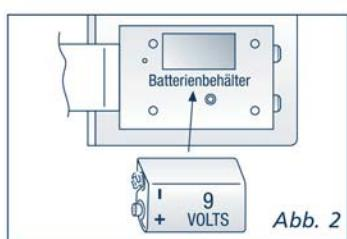

Abb. 2
- Leere Batterien herausnehmen (Abb. 2).